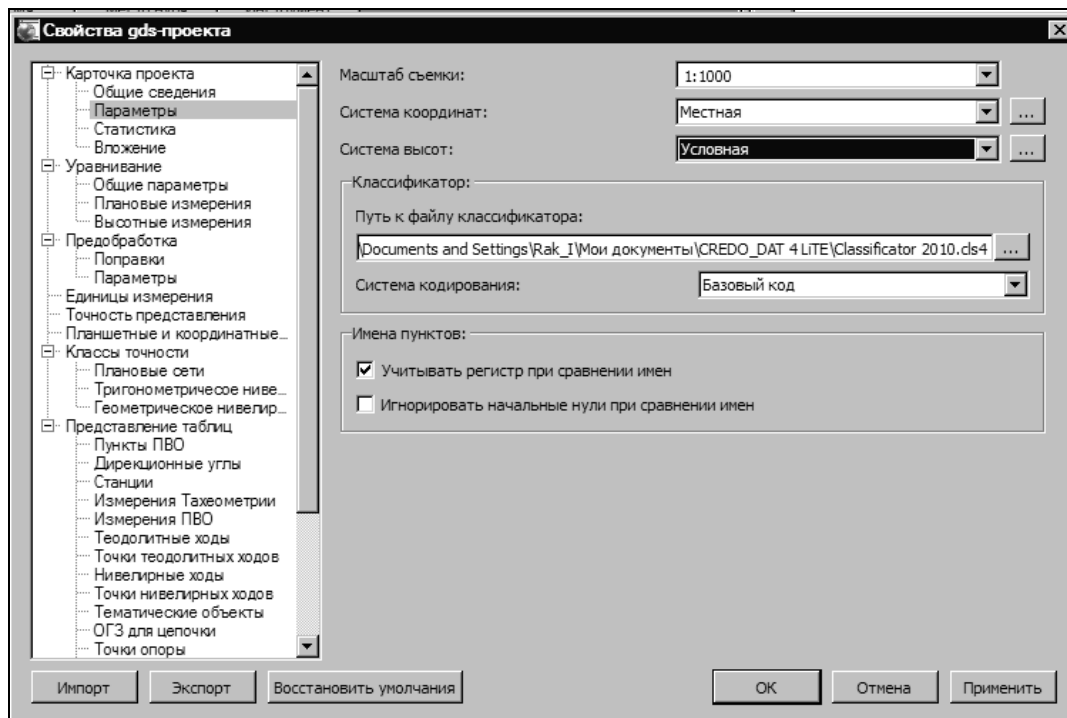

Рис. 1.3. Узел карточка проекта
Узел КАРТОЧКА ПРОЕКТА (рис. 1.3) включает в себя следующие разделы:
Указывается путь к файлу классификатора и используемая система кодирования (см. рис. 1.3).
2. В узле **КАРТОЧКА ПРОЕКТА** в разделе **Параметры** введите данные проекта согласно рис. 1.3